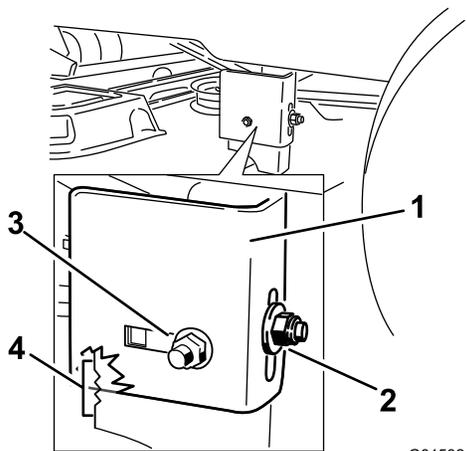

Bild 52
13. Stoppen Sie das Mähwerk an der eingestellten Stellung und ziehen Sie die hintere Sicherungsmutter am Hängeprofil fest, um die neue Stellung zu arretieren (Bild 52).